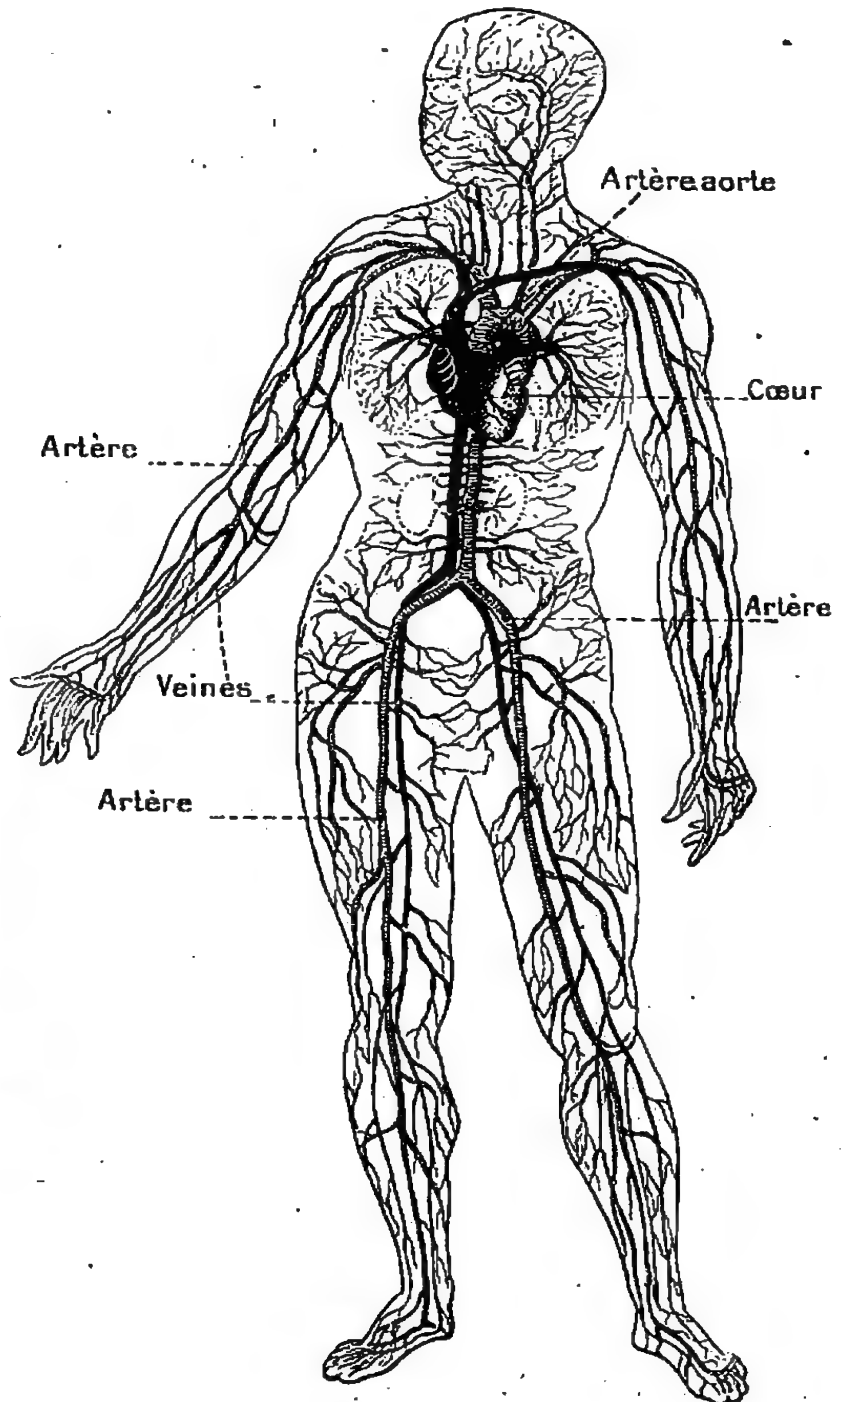

Fig. 143. — Appareil circulatoire.
**2. Le sang porte dans tout le corps les matières nutritives et en ramène les déchets.** — L'ensemble de ses mouvements s'appelle *circulation*. L'appareil circulatoire (*fig. 143*) comprend le cœur, les artères et les veines.